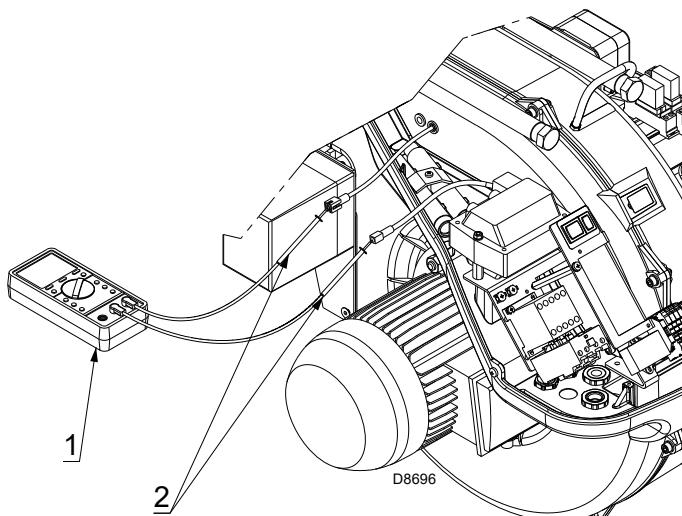

Fig. 35
Si, de todas formas, se quisiera medir la corriente de ionización hay que desconectar la clavija-toma (2)(Fig. 35) colocada en el cable de la sonda de ionización e introducir un microamperímetro 1)(Fig. 35) para corriente continua de 100 µA final de la escala.